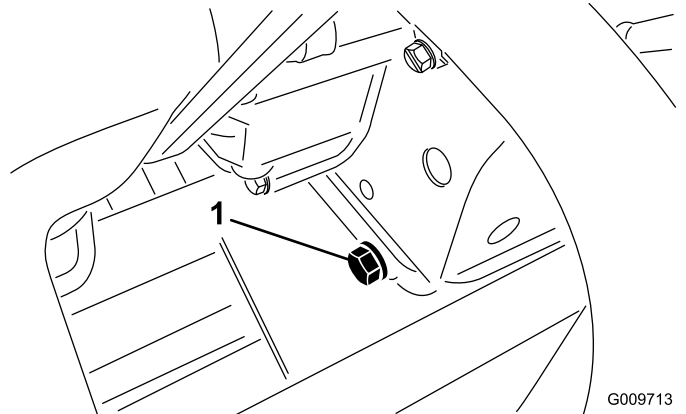

**Bild 29**
**Wichtig:** Versuchen Sie nie, den Sicherheitsfilter zu reinigen (Bild 29). Tauschen Sie den Sicherheitsfilter bei jeder dritten Wartung des Hauptfilters aus.